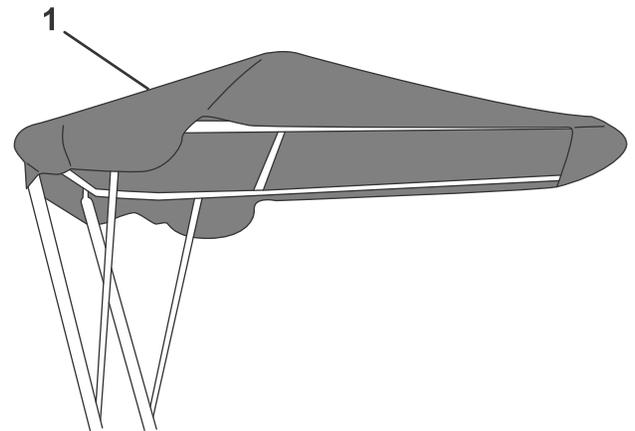

**Figura 4**
13. Sujete la rejilla trasera al arco trasero y a los postes (Figura 4).